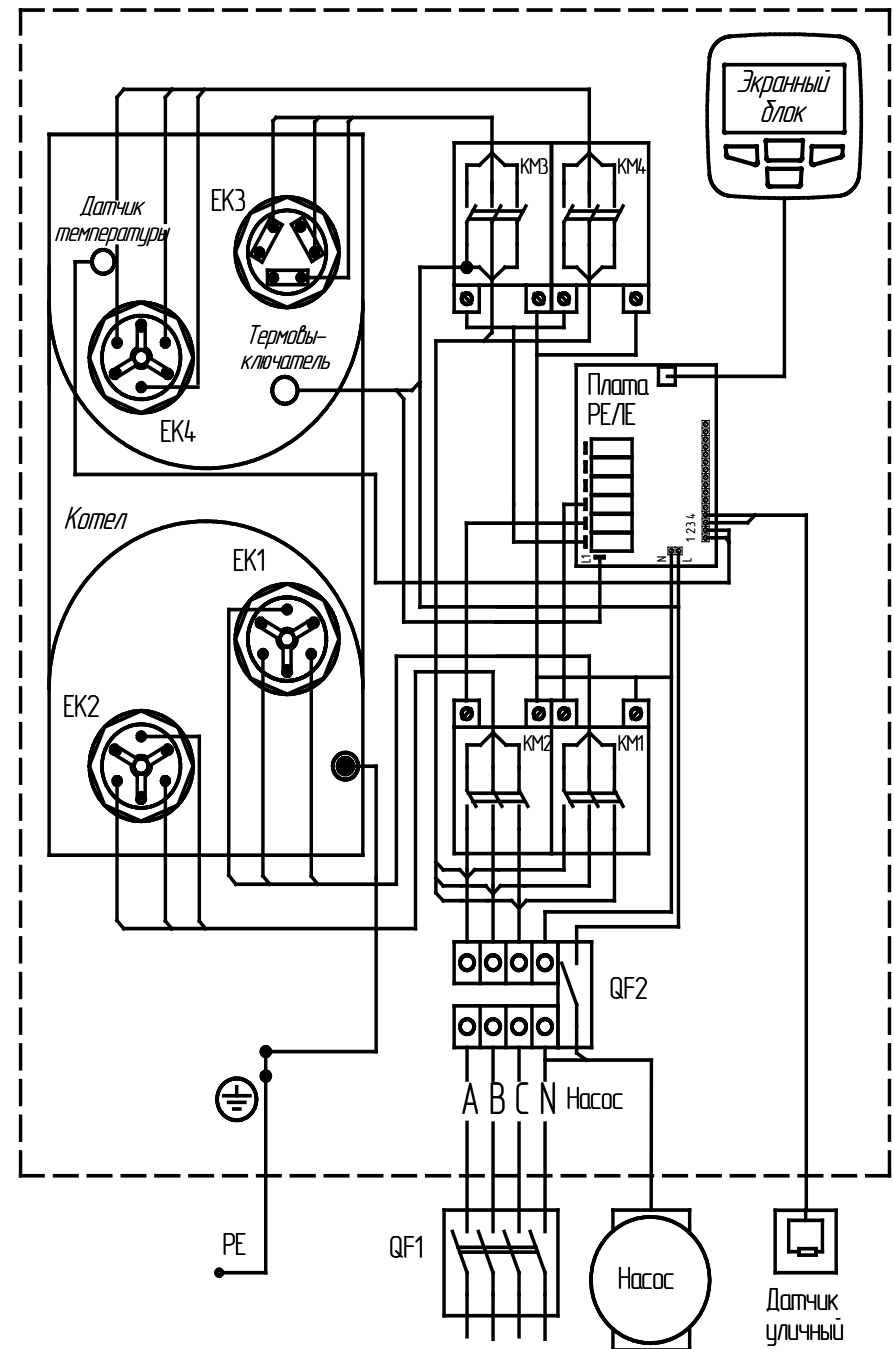

Рисунок 5.
6.1.11 Подключения силового кабеля, шнура питания циркуляционного насоса, шнура датчика температуры воздуха производятся согласно ПУЭ и ППБ в соответствии с Рис. 5- 11.